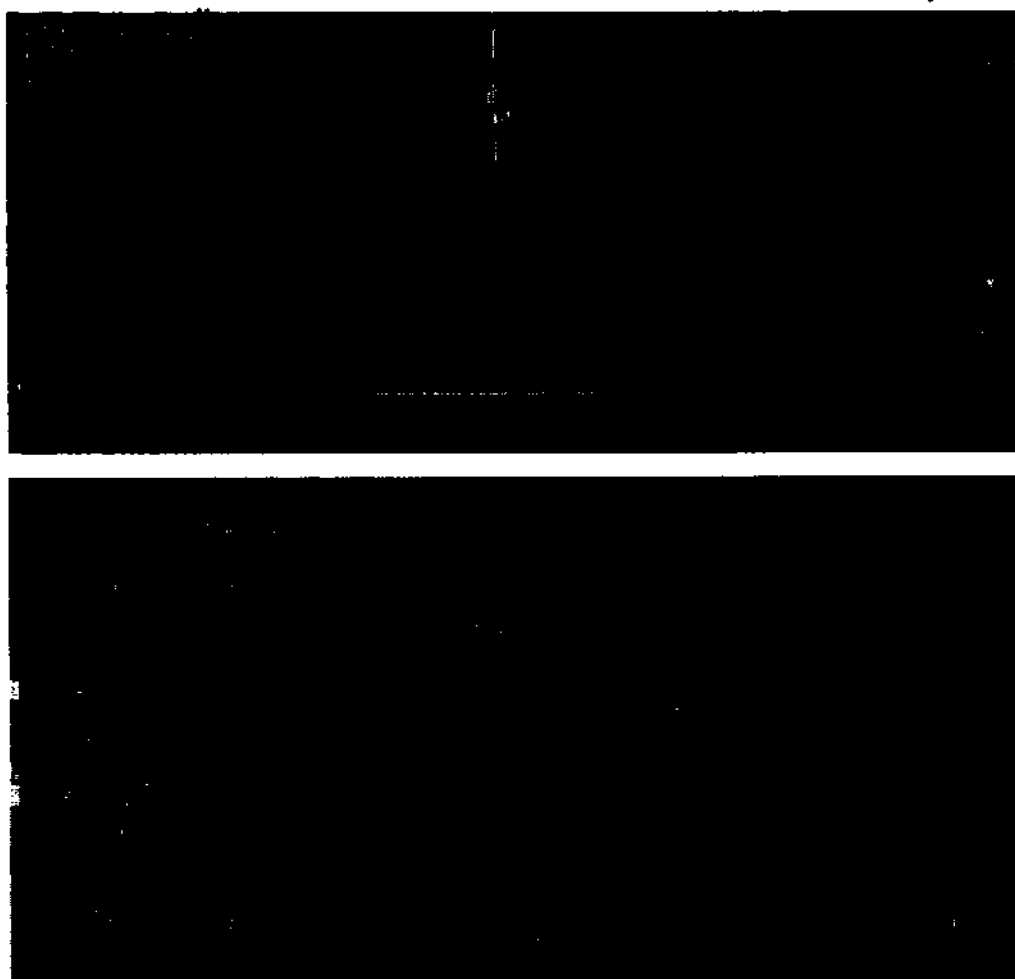

Рисунок 169. RayStation 10B. Линия дозы
6. Определите глубину, которую необходимо измерить при КК. Произведите линейную дозу от края фантома и приблизительно локализуйте глубину центра SOBP. См. рис. 169, в данном случае — 8 см.